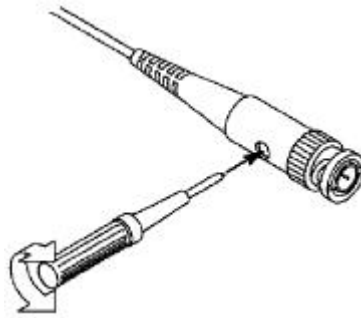

图 3-8：探头调整
- 2、检查所显示的波形，调节探头，直到补偿正确。见图 3-7，图 3-8。